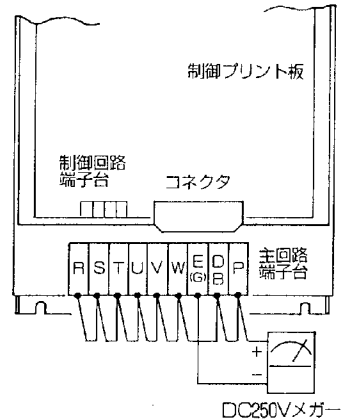

図5-1 メーガータストの要領
- ① ドライブユニットの全端子(制御回路端子を含む)の外部接続を外し、図5-1に示すように全主回路端子をコモン線で接続してください。
- ② 主回路コモン線と接地端子E(G)間だけをメーガータストしてください。制御回路など他回路間とのメーガータストはしないでください。
- ③ メーガータストの指示値が5M $\Omega$ 以上を示せば正常です。